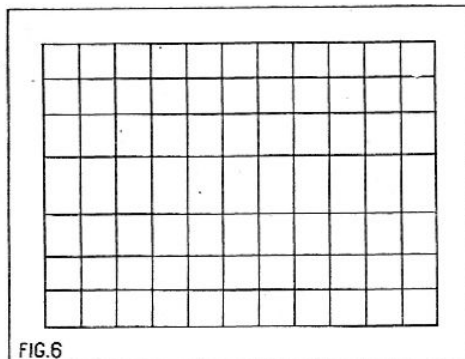

FIG. 6
C) Carrés agrandis au milieu de l'image figure 6.